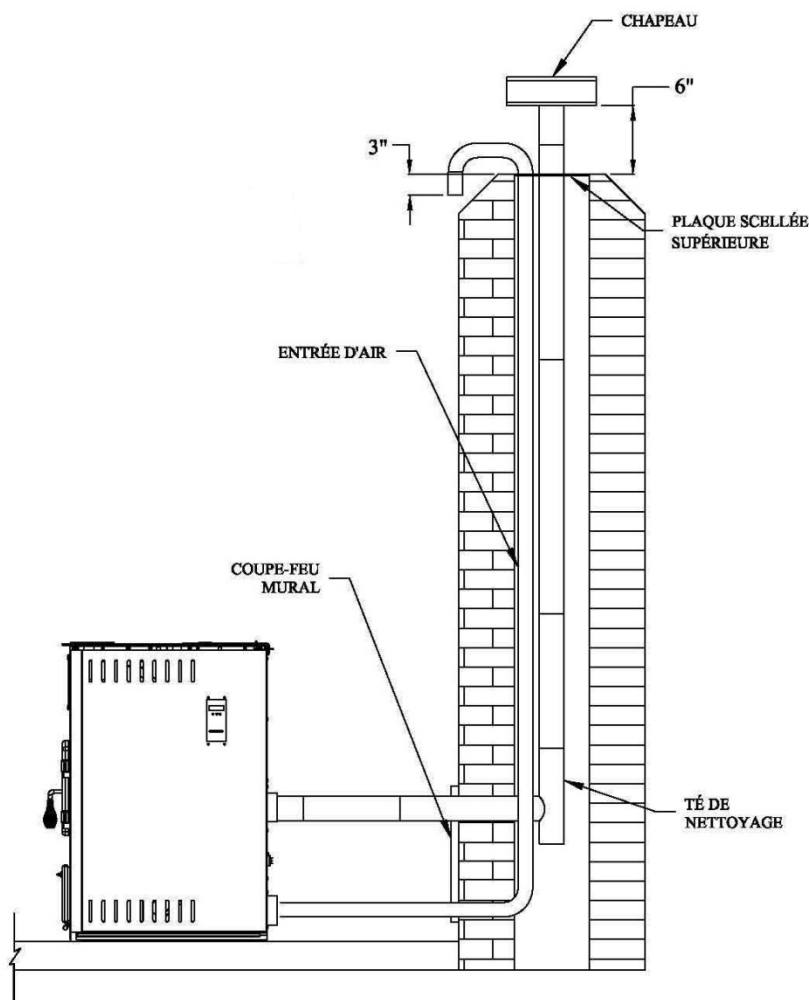

Figure 16
(voir figure 16)
4. Installez un "té" dans la partie inférieure du tuyau d'évacuation jusqu'à ce que le centre de la buse de raccordement du "té" soit aligné avec le centre du trou dans la maçonnerie, tel que montré à la figure 16.